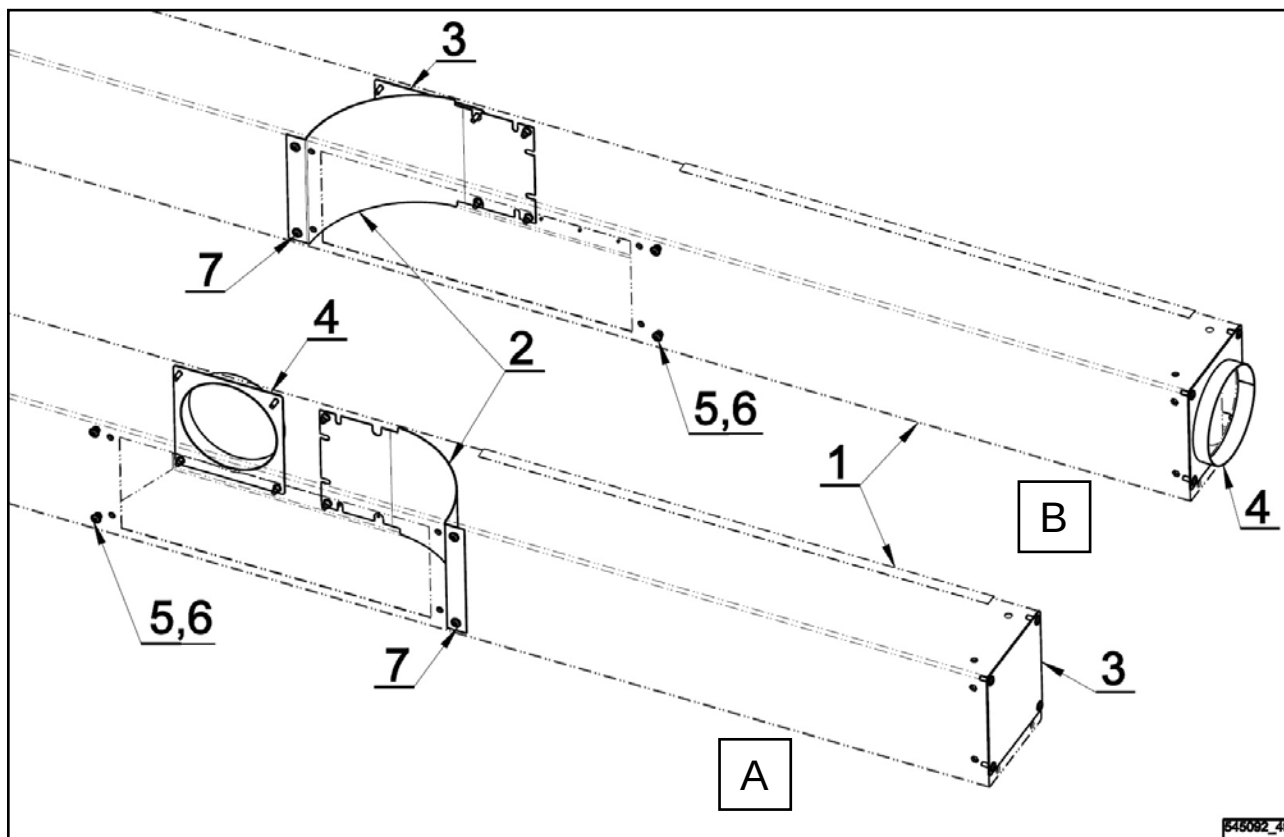

figura 3.9.
- A – aspiración de vapores hacia atrás: figura 3.9. – variante A y 3.5.A.
- B – aspiración de vapores hacia la derecha: figura 3.9. – variante B y 3.5.B.
- cambio de la posición de la pantalla de guía (2)
- cambio de las posición de uniones roscadas de brida ciega (5), (6) – 2x
- intercambio mutuo de la posición de las piezas (3) y (4)